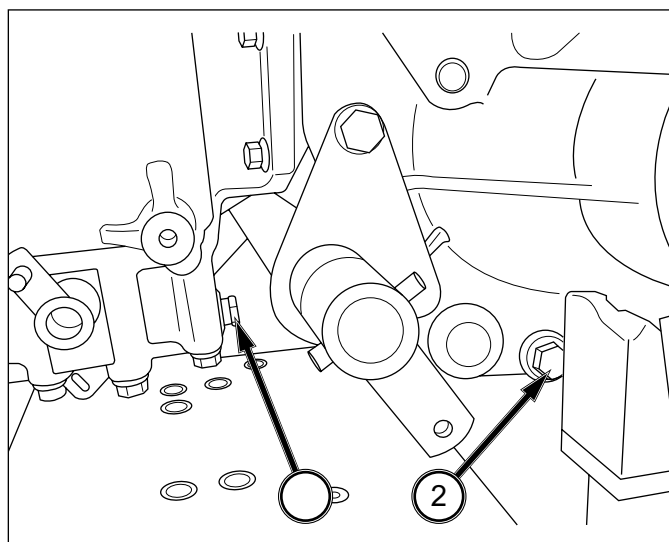

FIG. 6-18
FIG. 6-18: Pour remplacer l'huile de transmission – Retirez le bouchon de vidange (1) sous la boîte de prise de force centrale et les bouchons de transmission terminaux (2) sur chaque essieu. Vidangez complètement l'huile du système.